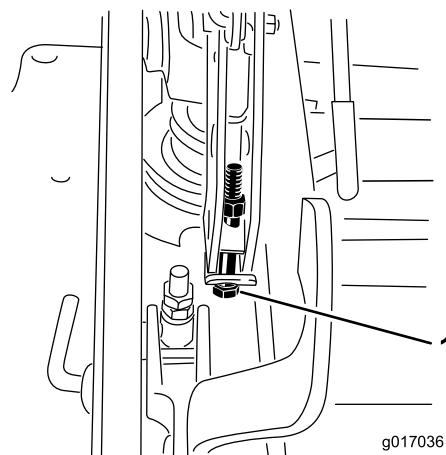

**Bild 94**
12. Zum Einstellen der zentralen Einstellung lösen Sie die zwei Schrauben unten an der Schnitthöhenplatte. Siehe Bild 94.
14. Ziehen Sie die Schrauben unten an der Schnitthöhenplatte an (Bild 94). Ziehen Sie sie auf 37 bis 45 Nm an.